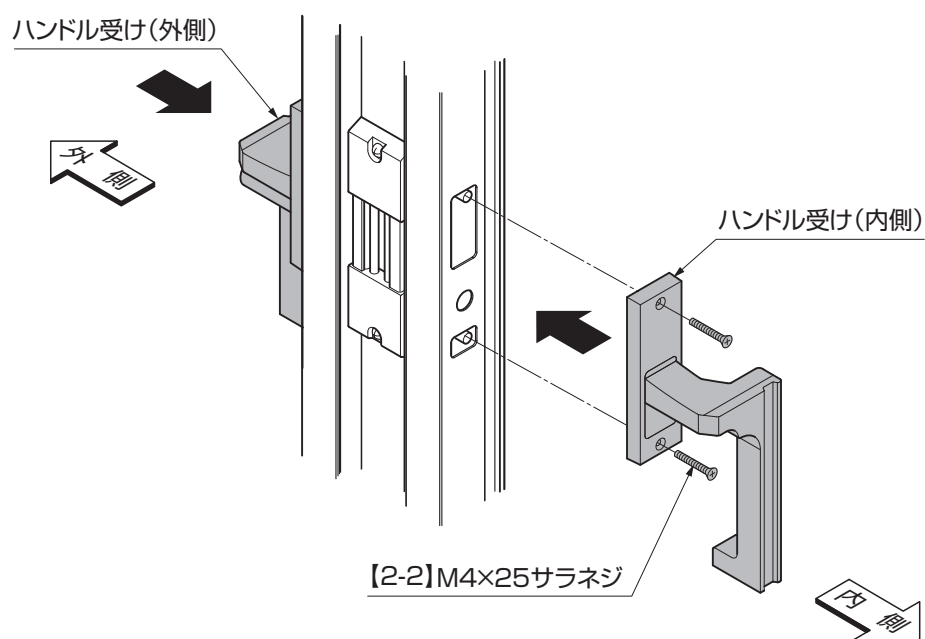

図3-21
③ハンドル受け(外側)のシャフトを伸縮門扉本体の外側より挿入して、ハンドル受け(内側)と【2-2】で固定してください。(図3-21参照)